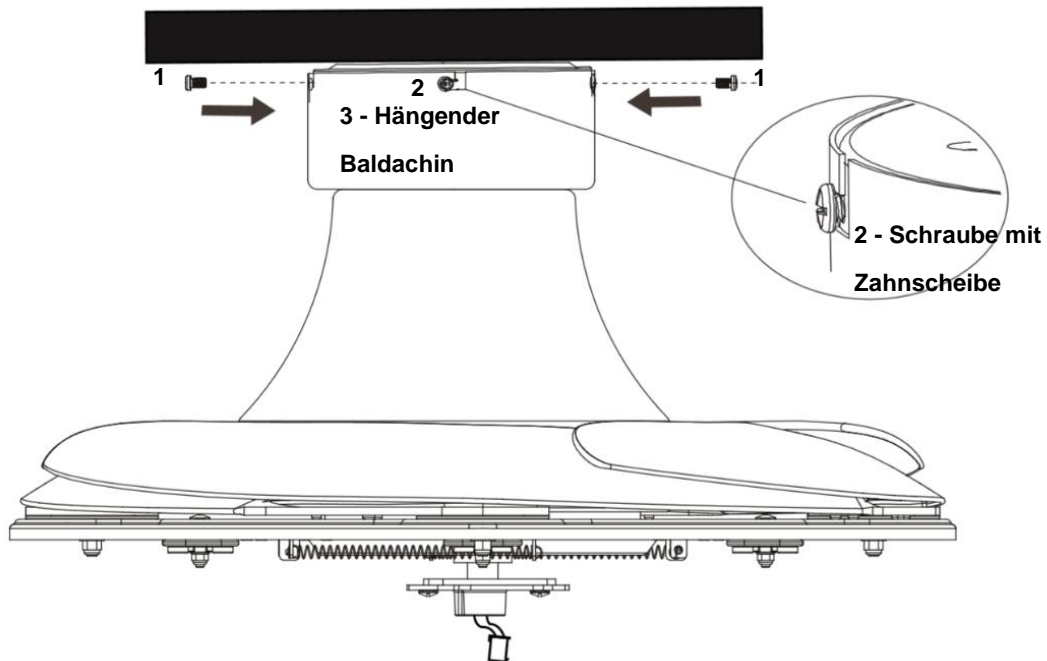

Abb. 5b
- Schrauben Sie zwei Baldachinschrauben (1) ganz aus der Halterung.
- Lösen Sie zwei Baldachinschrauben mit Zahnscheibe (2), indem Sie sie halb aus der Halterung drehen (für den L-förmigen Schlitz am zu montierenden Baldachin).
- Heben Sie den Deckenbaldachin (3) des Ventilators an die Halterung und führen Sie den L-förmigen Schlitz am Deckenbaldachin (3) durch die zwei Baldachinschrauben mit Zahnscheibe (2). (Abb. 5b)
- Drehen Sie den Deckenbaldachin (3), bis er im Endabschnitt des L-förmigen Schlitzes einrastet. Die Zahnscheibe muss zwischen dem Deckenbaldachin (3) und dem Schraubenkopf sein. Fixieren Sie ihn durch Anziehen der zwei Baldachinschrauben mit Zahnscheibe (2).
- Fixieren und ziehen Sie die Baldachinschrauben (1) an der Halterung fest. Der Deckenbaldachin (3) muss mit insgesamt vier Schrauben (1) und (2) fixiert werden. Vorsichtig beim Aufhängen des Baldachins vorgehen, damit die zuvor angeschlossenen Elektrokabel nicht beschädigt werden.